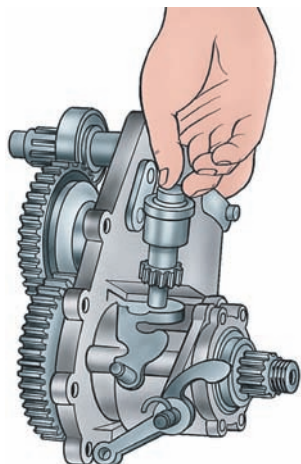

Рис. 3. Зняття шестерні спідометра
10. Зніміть стопор штуцера веденої шестерні (рис. 3) спідометра і вийміть шестерню разом з штуцером.